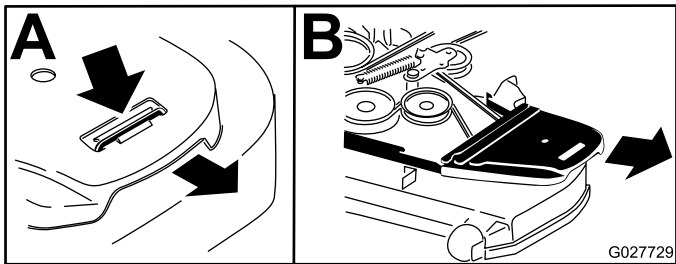

Bild 72
5. Entfernen Sie die Riemenabdeckung aus Kunststoff (Bild 72).
6. Entfernen Sie die Riemenabdeckungen (Bild 72).